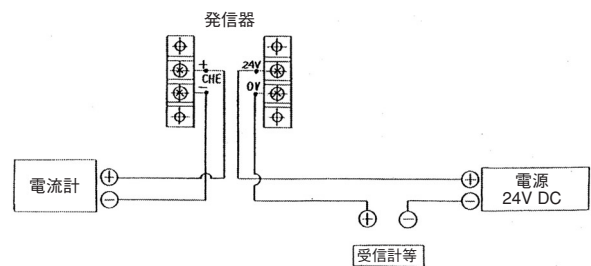

図1. 結線図
- (1) 電気配線は発信器の前面カバーを外して、銘板に従って配線してください。(図1)
- (2) 電源は24V DCが標準です。できるだけ専用とし、安定なものを使用してください。
- (3) 出力信号伝送線は20 Aを超えるような大きな動力負荷線との併設は、誘導障害の恐れがあるので避けてください。もし併設の場合は、別にコンジットパイプを設け、アースしてください。
- (4) 発信器の端子で出力をチェックする時は、電流計(内部抵抗10Ω以下)をチェック端子に接続してください。